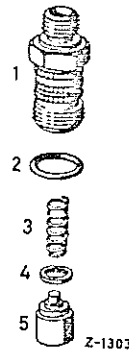

Fig.00-5/2
4. Maak voor de controle de start- en stopkabel van de bedieningshefboom (1) op de brandstofpomp los. Om er zeker van te zijn, dat de hefboom resp. de regelstang op max. opbrengst staat, moet de hefboom en dus de regelstang enige malen tot aan de aanslag in de stoprichting worden bewogen en weer los worden gelaten (fig.00-5/6).